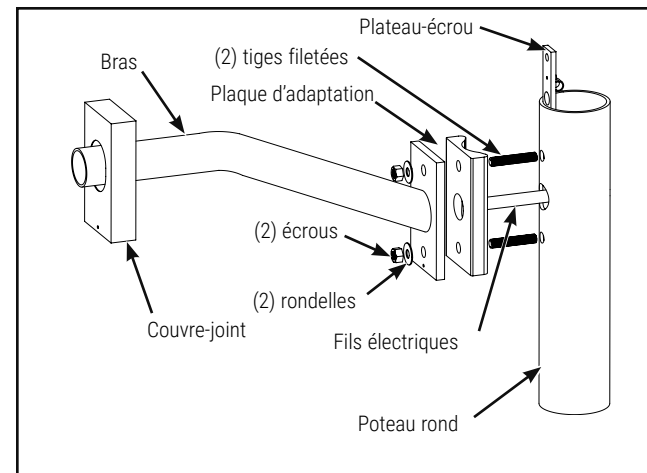

Figure 8.
2. Pour les poteaux ronds seulement – Installez la plaque d'adaptation ronde en veillant à ce que la face arrondie soit face au poteau (Figure 8). Alignez les trous supérieurs et inférieurs.